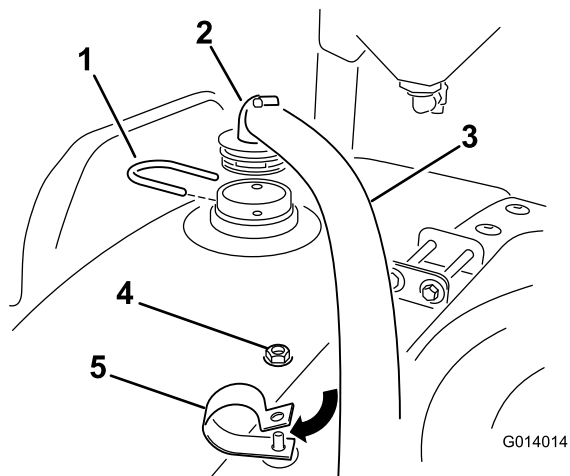

図 19
2. 90°フィッティングのついたホースの端部を、先ほど取り付けたバルクヘッドに、リテーナフォークを使って取り付ける 図 19。
4. Rクランプのボルトにロックナットを取り付けて指締め仮止めしておく 図 19。